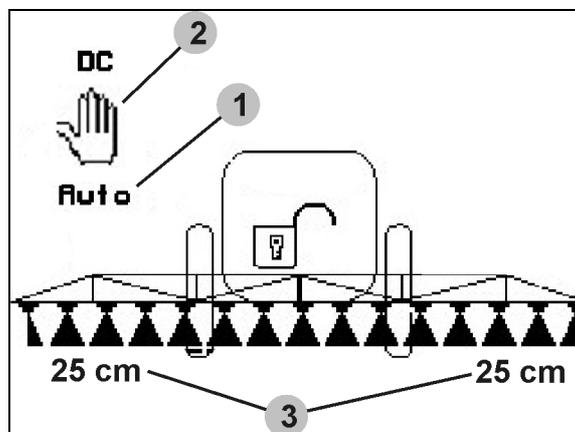

Рис. 80
- При включении автоматического режима на дисплее появляется символ "Auto" (Рис. 80/1). Бортовой компьютер берёт на себя регулировку расстояния между форсункой и посевами.
- В ручном режиме появляется символ  (Рис. 80/2). Система контроля высоты выключена. Вы регулируете расстояние между форсункой и посевами вручную с помощью регулировки наклона и высоты.
- Нажмите : в рабочем меню показывается расстояние между форсункой и посевами (Рис. 80/3).